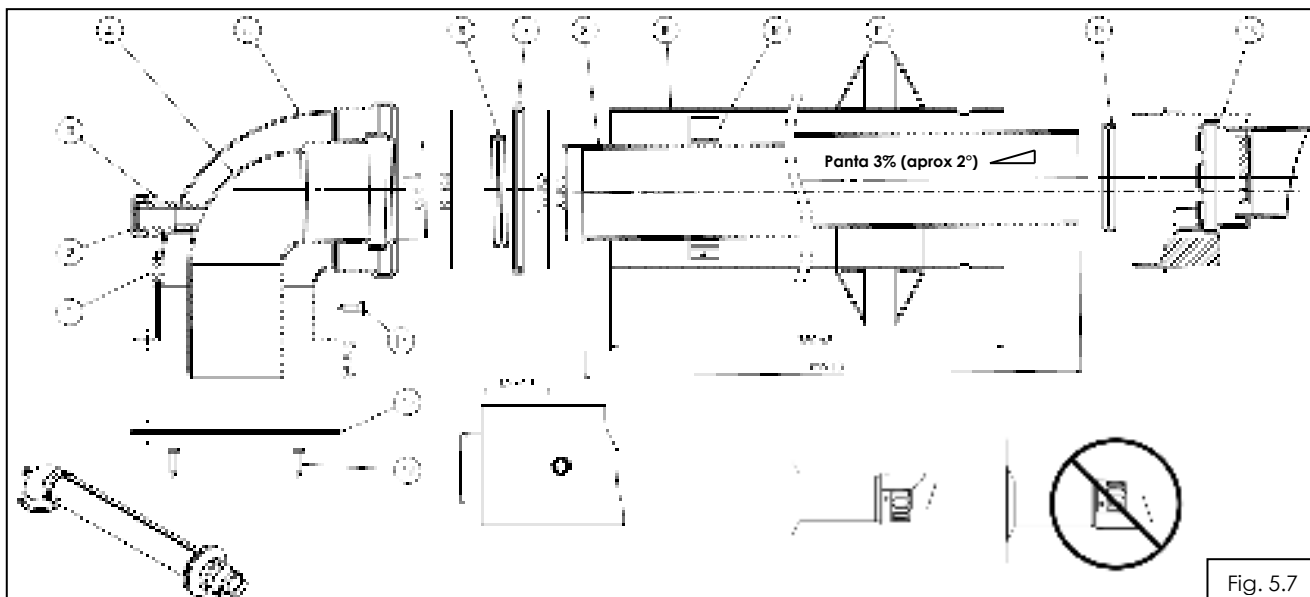

Fig. 5.7
**Kitul de admisie-evacuare coaxial, fig.5.7 se livreaza impreuna cu centrala.** Evacuarea gazelor se face printr-un tub cu diametrul Ø60mm, coaxial cu tubul de admisie a aerului de diametrul Ø100 mm.